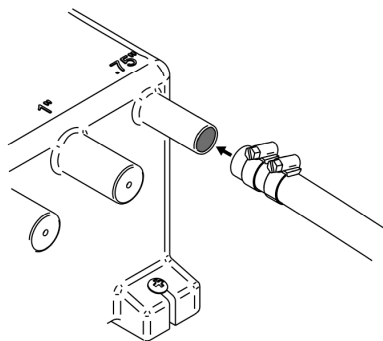

Fig. 7 Säkrande av slang till tankport
- Fig. 7 Säkrande av slangen till tankporten
Step 3: Säkra alla slangar på valda portar med hjälp av lämpliga slangklämmor, se bild 7. Kontrollera att det inte finns läckor. Dra inte åt slangklämmorna alltför hårt.